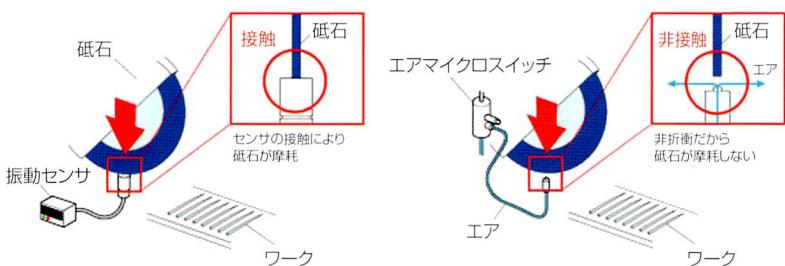
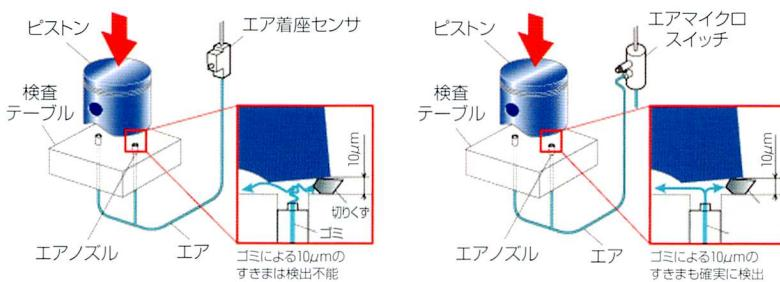

図3 NC研削盤の砥石の原点出し
図4 ピストン検査時の着座確認
- NC研削盤の砥石の原点出し(図3):これまでの「振動センサ」の約1/4の費用で、薄い砥石の非接触原点出しを実現。エアによる非接触検出であるから、砥石が摩耗しない。
(2) 自動車産業での活用事例
- エンジン用ピストン検査時の着座確認(図4):ゴミの挟み込みによる、ピストンと検査テーブルの10µmのすきまを検出可能。これによって、エンジンの品質が向上した。